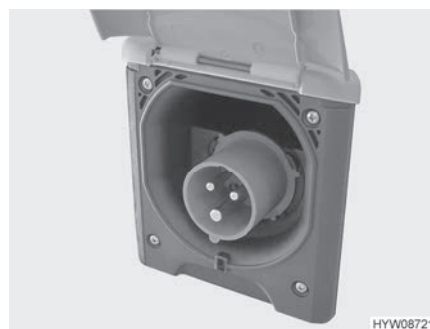

Bild 102 230 V-anslutning på fordonet (CEE-uttag)
- Öppna höljet på 230 V-anslutningen i fordonet (Bild 102) och stick in stickkopplingen. Kontrollera så att låsklacken i den fjäderspända klapplocket är ikopplad.